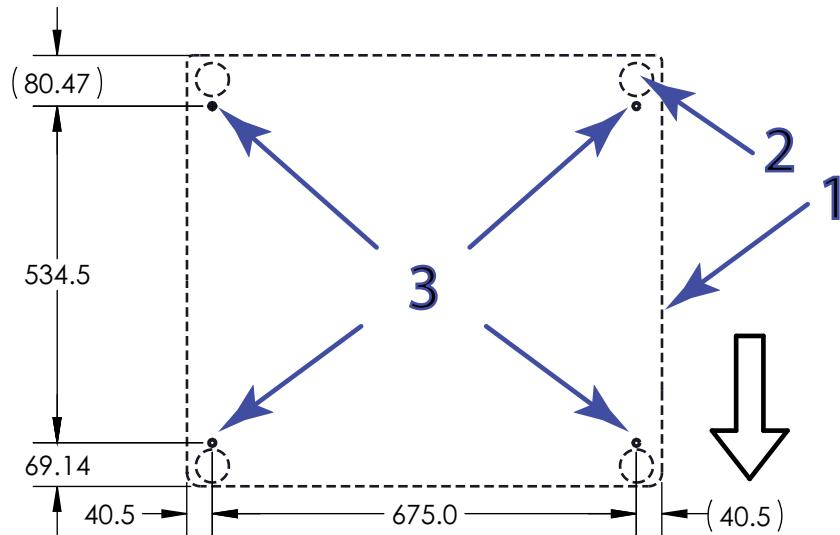
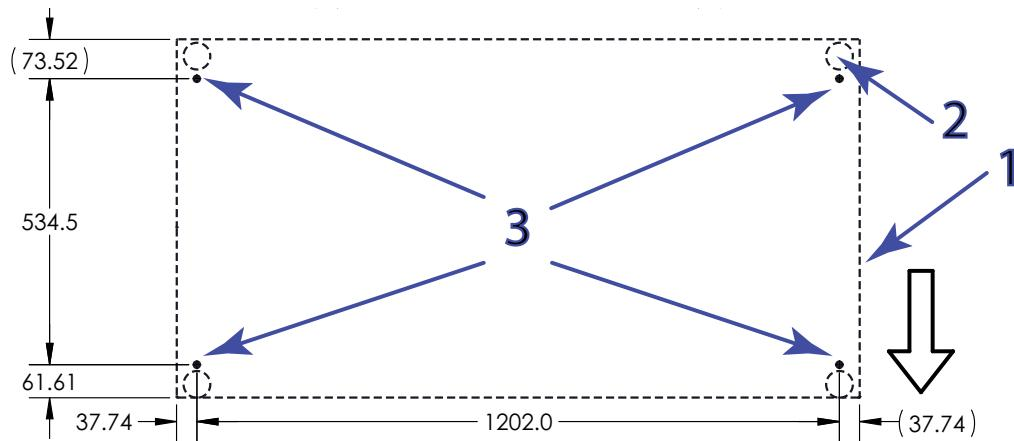

图 15. 标准宽度机架上的锚固点位置（俯视）
图 16. 超宽机架上的锚固点位置（俯视）
图标图 15 和 图 16
- 参考第 63 页图 15(对于超宽机架, 参考第 64 页图 16)并在工作台的适当位置钻孔, 以对准机架底座上的锚固点。建议使用直径 15 毫米 (0.59 英寸) 的孔。